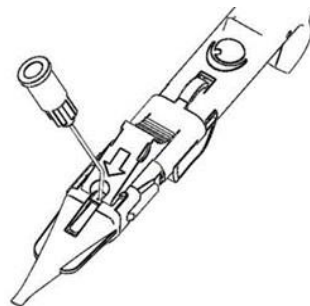

Fig 6
8. Introduzca la cánula (23G o más grande) de una jeringa llena de material viscoelástico en la pequeña abertura en frente del tapón rojo. Inyecte el material viscoelástico a través de la abertura como se muestra en la Fig. 6. Llenar la boquilla del cartucho hasta la mitad debería ser suficiente.